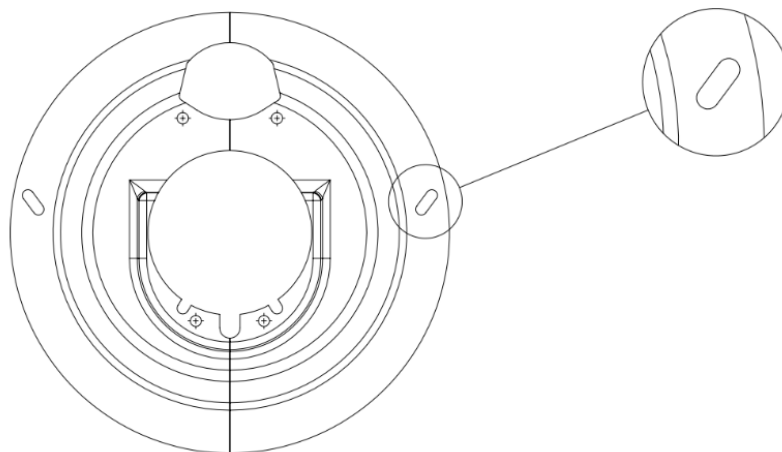

FIGURA 16: VISTA DO TAPA-PÓ CONTENDO ABERTURA PARA INSPEÇÃO DA LONA DE FREIO.
- Controlar periodicamente o desgaste das lonas de freio, através dos rasgos existentes nos tapa-pó. (FIGURA 16).